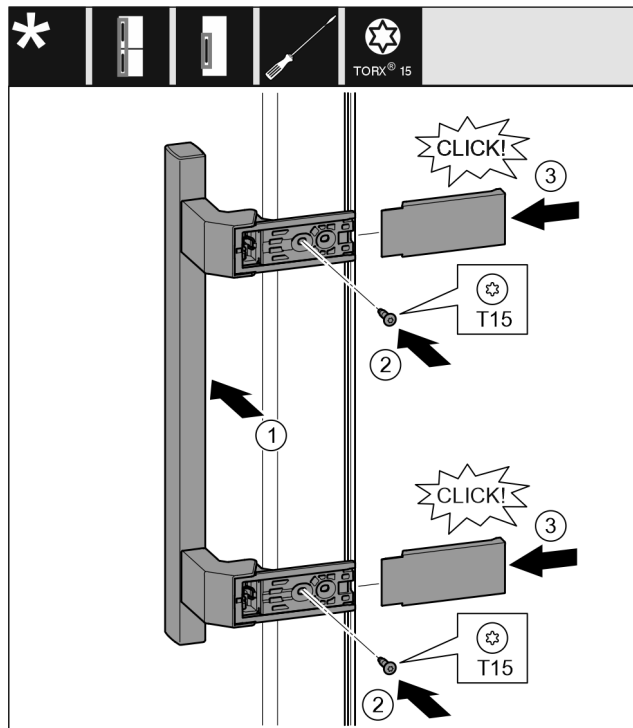

Fig. 12
- ▶ Placer la poignée du côté opposé. Fig. 12 (1)
- ▶ Serrer les vis au moyen d'un tournevis T15. Fig. 12 (2)
- ▶ Placer les recouvrements latéralement et les faire glisser. Fig. 12 (3)